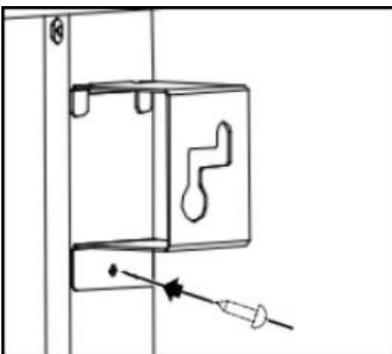

Abb. 1
- 1) Stecken Sie die Metallstützen in die Schlitzlöcher auf der Rückseite des Geräts und befestigen Sie sie mit Schrauben. (Abb. 1)